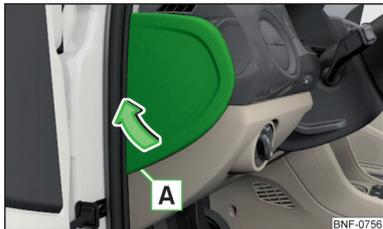

Fig. 136
- Insérez un tournevis à tête plate dans l'évidement **A** de la cache » fig. 136.